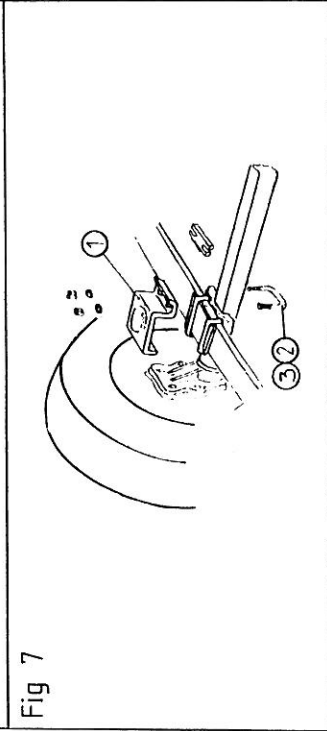

Fig 7
- a/ Positionner les supports d'essieu J.S.A (rep 1) sur les lames d'origine, les deux trous tournés vers l'intérieur du véhicule (Fig 7) .
- b/ Si vous avez 1 lames , utiliser les brides JSA Rep 2 (long. 97) , si vous avez 2 lames utiliser les brides Rep 3 (long. 116) et les cales ep 16 mm et fixer les support d'essieu (rep 1) à l'aide des rondelles plates M 8 et des écrous HFR M 8 (Fig 7) .